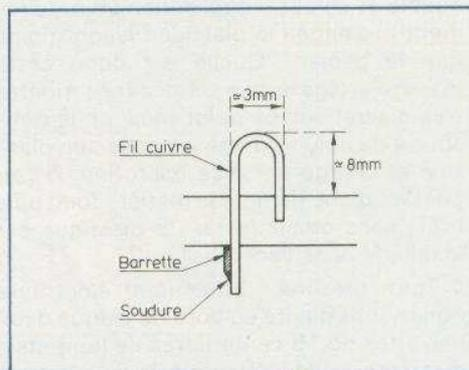

Fig. 3. - Une chute de composant fera office de cosse-poignard.
### Implantation des composants (fig. 3)
**Les cosses-poignards :** Elles sont inutilisables étant donné l'épaisseur du support, aussi nous avons conçu un « ersatz » représenté figure 3.
Les composants IR (LED1 et PT1) sont soudés côté cuivre. Les fils de la LED sont pliés à 4 mm du corps, le côté méplat est repéré sur le schéma cuivre (fig. 3) par la lettre « m », puis elle est soudée avec son axe à 5 mm de la face cuivrée (fig. 4).